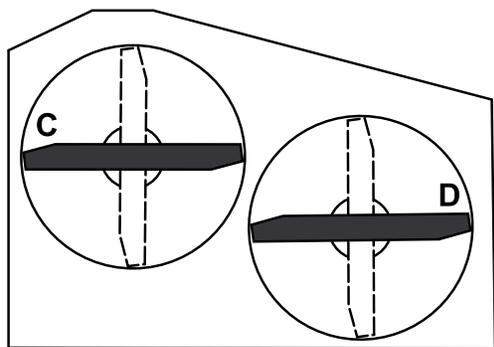

Figura 60
3. Mida en las posiciones **C** y **D** desde una superficie nivelada hasta el filo de corte de los extremos de la cuchilla (Figura 60).